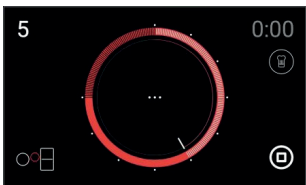
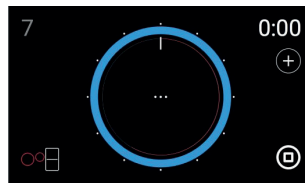
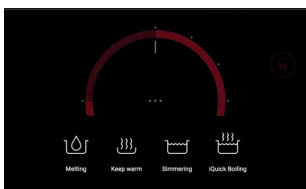

fig. 5
fig. 6
fig. 8
- 1 Selectați zona pe care doriți să gătiți apăsând în oricare punct al acesteia. Conturul zonei luminează roșu. Odată selectată zona, se trece automat la ecranul de „selecție a puterii” (fig. 5).
- 2 Deplasând degetul asupra inelului de putere sau atingând într-un punct oarecare de pe acesta, se poate selecta un nivel de putere între „0” și „9” sau funcția „Putere” (ultimul sector al inelului de putere). Odată selectat nivelul de putere, acesta apare în partea superioară stânga a ecranului (fig. 5).
Din ecranul de „selecție a puterii” (fig. 5), pentru a opri o zonă de gătit, deplasați degetul deasupra inelului de putere până când ajungeți la nivelul „0” sau apăsați pictograma de oprire a zonei ② (2).
1 Atingeți pictograma 0:00 (fig. 5). Inelul de putere trece la culoarea albastră indicând că funcția este disponibilă. În interiorul acestuia, în mod automat va apărea un cerc roșu, mai fin, care indică puterea selectată (fig. 6).
Dacă doriți să reconfigurați puterea, apăsați pe nivelul de putere indicat, în partea superioară stânga a ecranului (fig. 6).
- 2 Apăsați pe pictograma 0:00 (fig. 5) și în continuare deplasați degetul pe inelul de timp pentru a modifica timpul programat.
- 2 Apăsați pe pictograma 0:00 (fig. 5) și în continuare deplasați degetul pe inelul de timp reducând timpul până la 00:00. Ceasul rămâne anulat.
Pe ecranul de „selectare a puterii” (fig. 5), se găsește pictograma iCooking , care dispune de funcții speciale (fig. 8) care îl asistă pe utilizator la gătit.
Pentru a o activa, selectați o plită și apăsați pictograma „iCooking” . Procedând astfel, aceasta va lumina în roșu. Apăsați pictograma „Păstrare la cald”  (fig. 8) și va lumina de asemenea în roșu. Odată activată funcția, apare simbolul  în centrul suprafeței de gătit a zonei selectate.
Pentru a o activa, selectați o plită și apăsați pictograma iCooking . Procedând astfel, va lumina în roșu. Apăsați pictograma funcției „iQuickBoiling”  (fig. 8) și va lumina de asemenea în roșu. Odată activată funcția, apare simbolul , în centrul suprafeței de gătit a zonei selectate.
Pentru a o activa, selectați o plită și apăsați pictograma iCooking . Procedând astfel, aceasta va lumina în roșu. Apăsați pictograma „Topire”  (fig. 8) și va lumina de asemenea în roșu. Odată activată funcția, apare simbolul  în centrul suprafeței de gătit a zonei selectate.
Pentru a o activa, selectați o plită și apăsați pictograma iCooking . Procedând astfel, aceasta va lumina în roșu. Apăsați pictograma „Fierbere la foc mic”  (fig. 8) și va lumina de asemenea în roșu. Odată activată funcția, va apărea simbolul  în centrul suprafeței de gătit a zonei selectate.